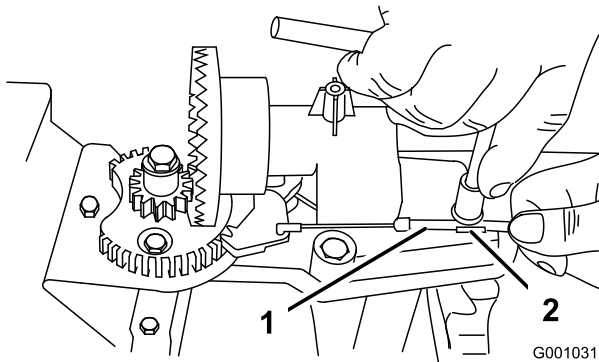
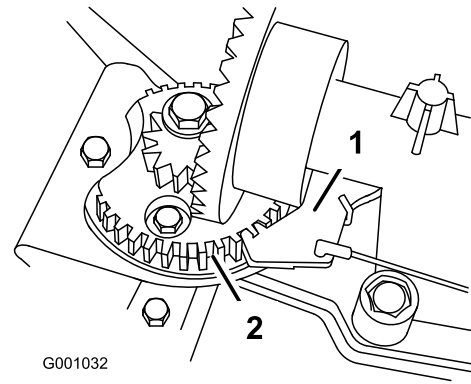

Figure 49
Figure 50
2. Desserrez le boulon du serre-câble (Figure 49).
de l'éjecteur s'engage complètement dans les dents du secteur (Figure 49 et Figure 50).
Remarque: Le cliquet est rappelé par ressort et s'engage naturellement dans les dents du secteur (Figure 50).